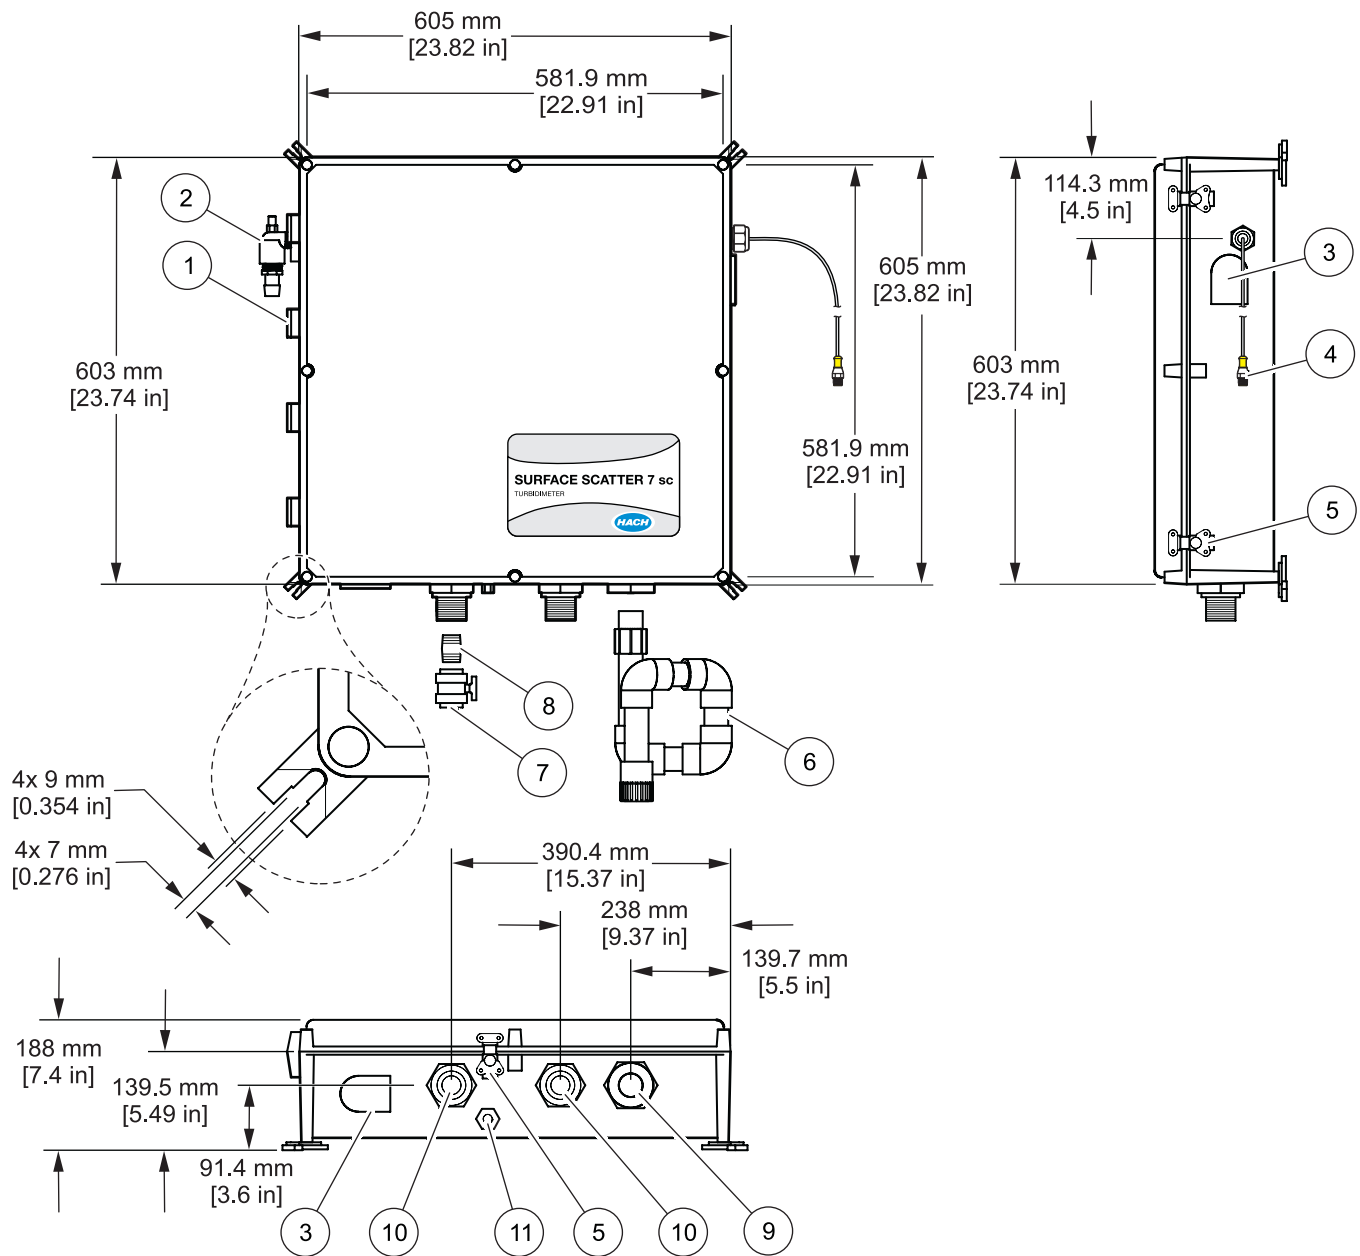
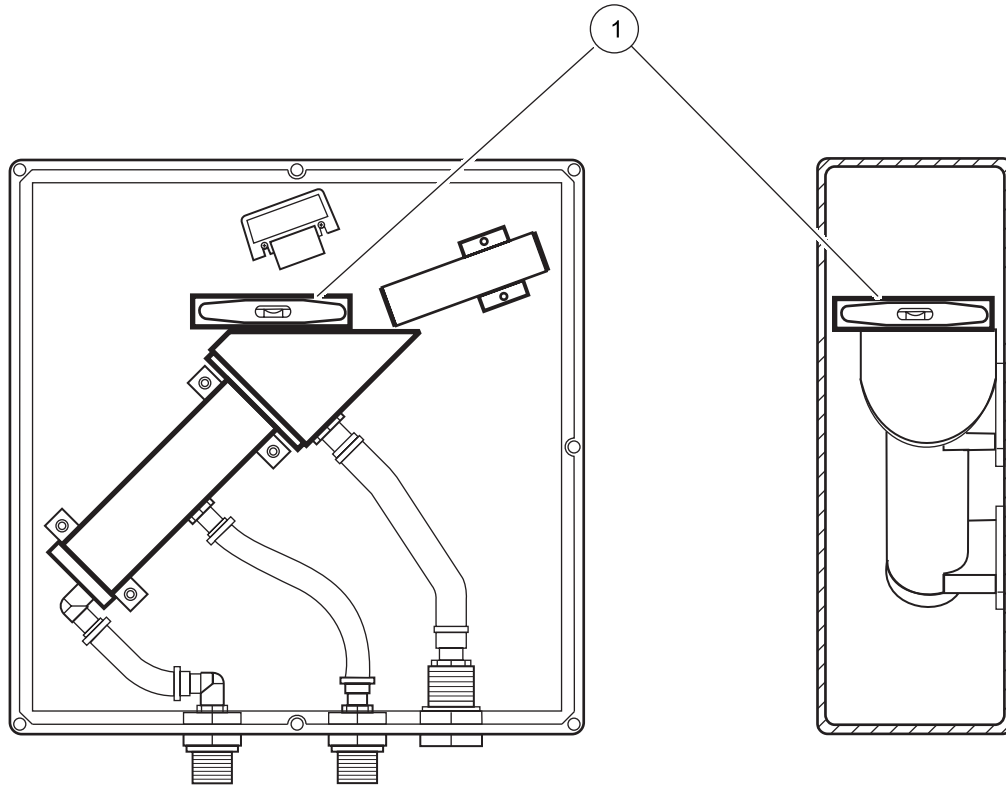
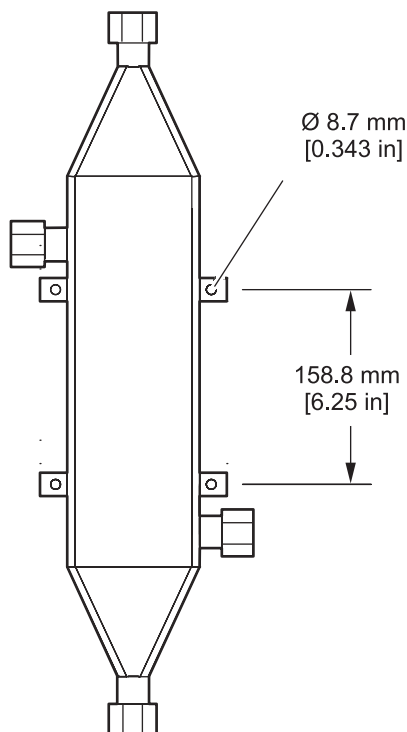

图 7 SS7 sc 型和 SS7 sc-HST 型的安装图
图 8 仪器校平
图 9 热交换器的尺寸
有关尺寸和其他安装信息参见 图 7 第 16 页，图 8 第 17 页和图 9 第 18 页。控制和试样单元是为墙式安装而设计的。除非使用延长电缆，浊度仪的传感器必须安装在控制器的六英尺范围内。电缆最大长度为 9.6 米（31.5 英尺）。
1. 为了保证正确功能，试样单元必须是水平的（图 8 第 17 页）。使用一个小型水平仪穿过浊度仪主体的顶部开口，以便核实仪器不会左右或前后倾斜。
可以为 SS7 sc-HST 选购热交换器（目录号 48551-00）（图 9 第 18 页）。当试样温度超过仪器温度要求时，热交换器用来降低试样温度。它可以将试样温度降低至 100 摄氏度，但不适用于蒸汽或特热水。需要冷却水源。热交换器由 316 号不锈钢制成并带有 3/4 英寸 MNPT 管接头。大的管道接头可以起到消除堵塞的作用。
安装尺寸参见 图 9 第 18 页。